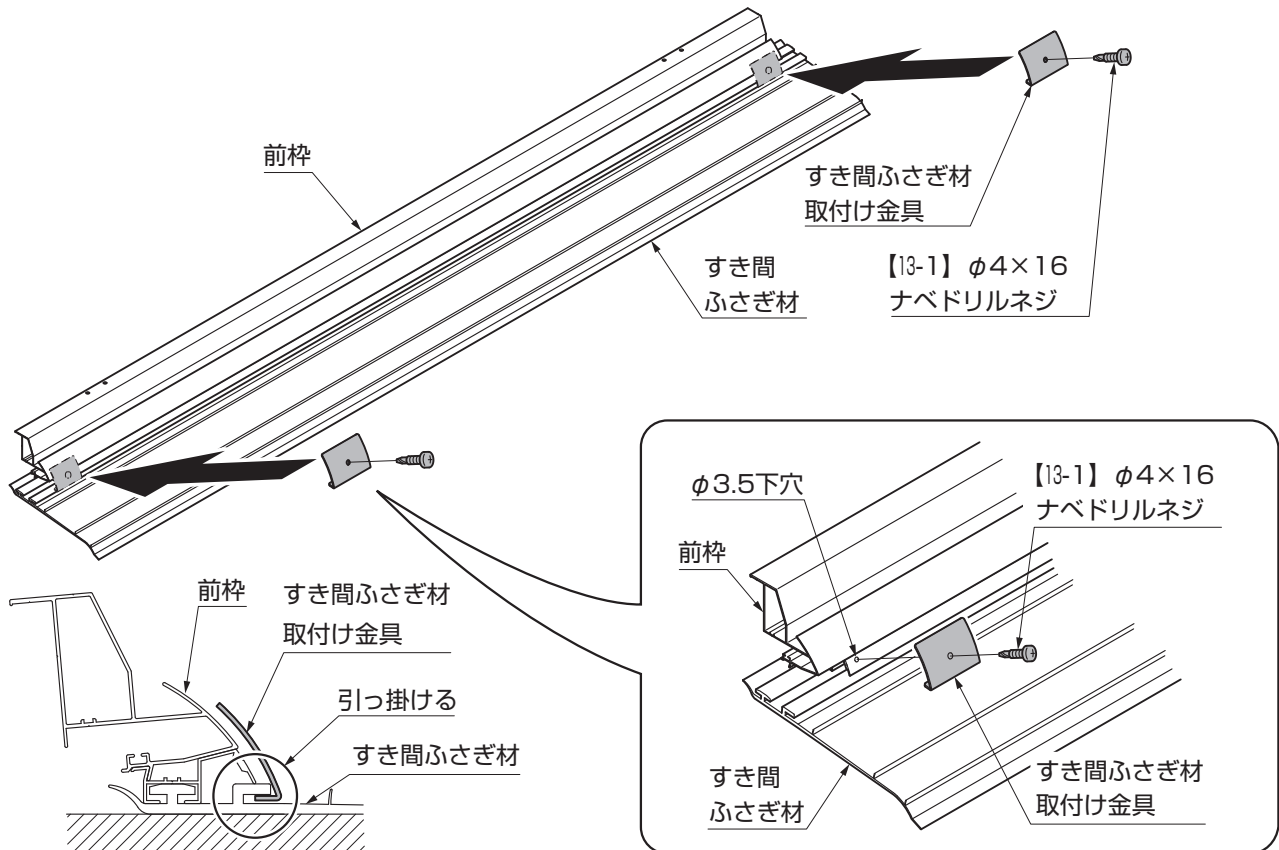

図3-4 端部への取付け
- ①すき間ふさぎ材取付け金具をすき間ふさぎ材の両端に【13-1】で取付けてください。(図3-4参照)